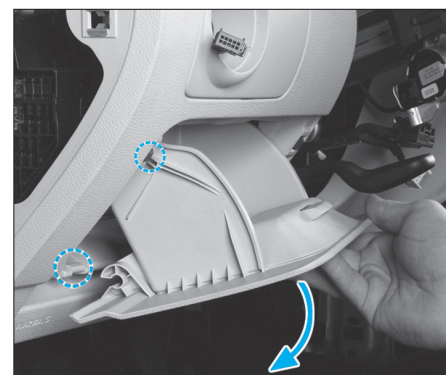

Fig. 30
- Dégrafer le vide-poches conducteur (**Fig.30**).